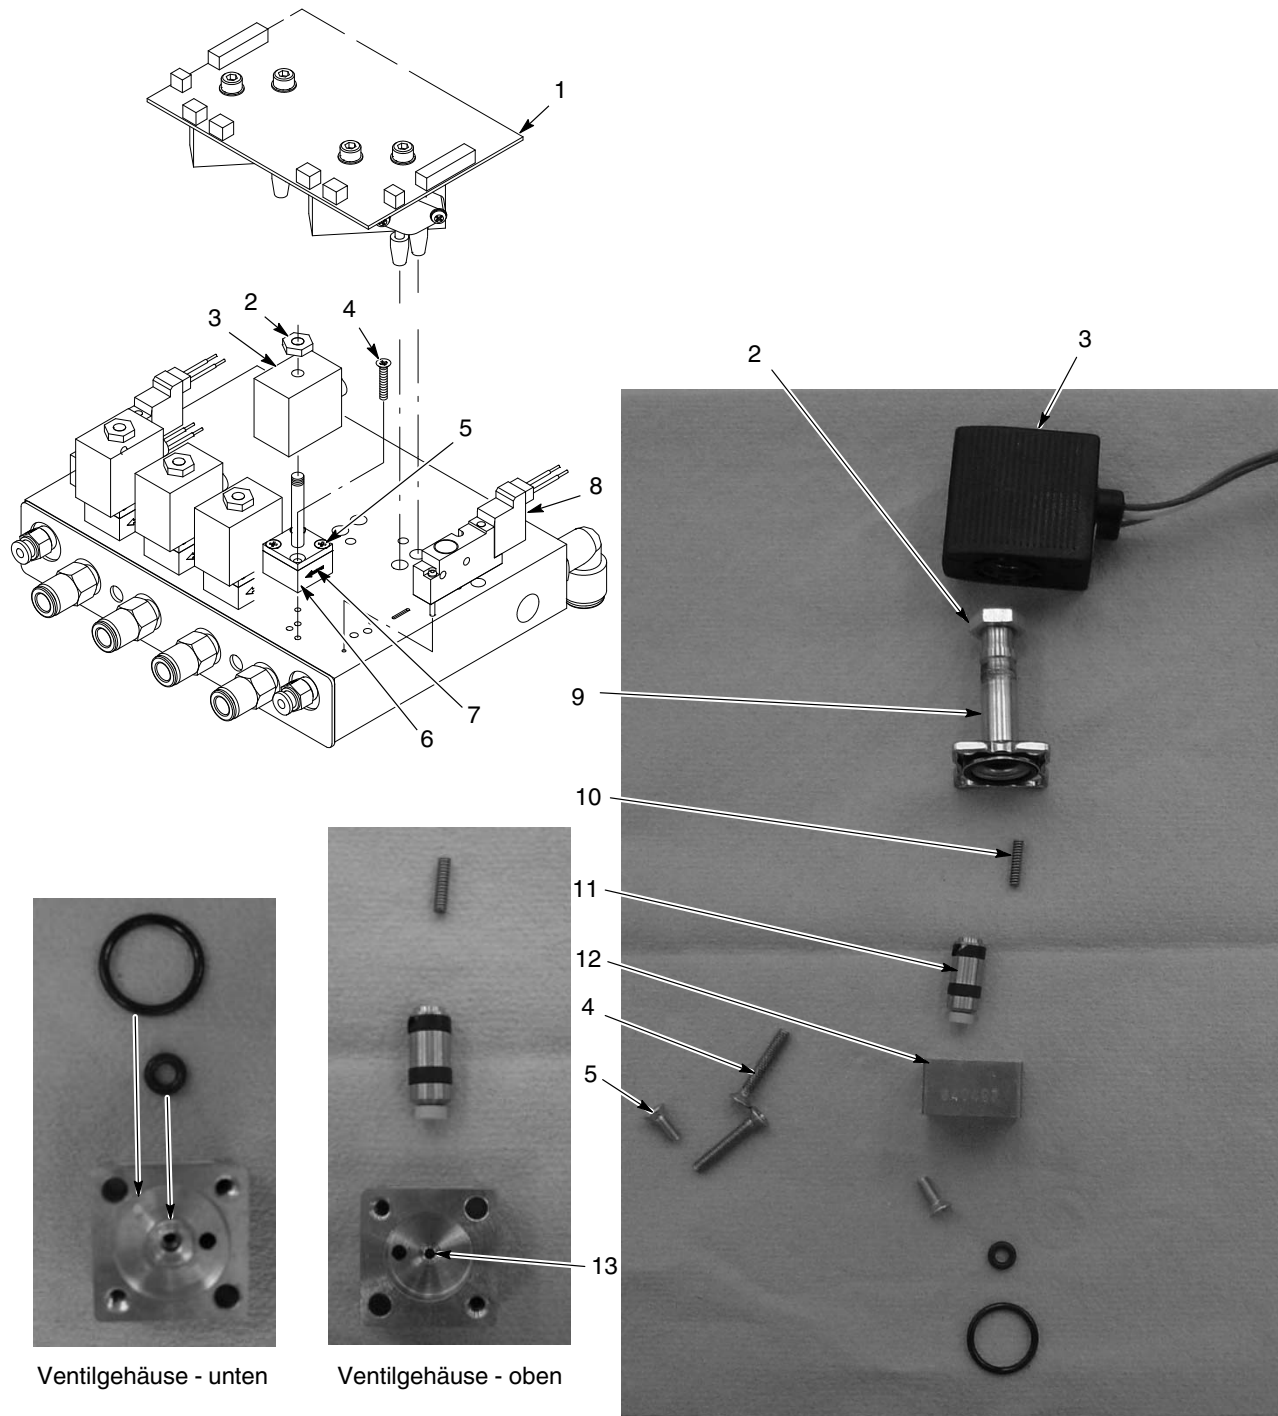

Abbildung 5-1 Abnehmen und Einsetzen des Proportionalventils am iFlow Modul
Siehe Abbildung 5-1. Zufuhr von verunreinigter Luft kann zu Fehlfunktionen des Proportionalventils (6) führen. Zum Zerlegen und Reinigen des Ventils die nachstehenden Anweisungen befolgen.
1. Spulenkabel (3) von der Platine (1) trennen. Mutter (2) und Spule vom Proportionalventil (6) abnehmen.
2. Die zwei langen Schrauben (4) abnehmen, um das Proportionalventil vom Verteiler abzunehmen.
3. Die zwei kurzen Schrauben (5) abnehmen, dann die Ventilstange (9) vom Ventilgehäuse (12) abnehmen.
4. Ventilpatrone (11) und Feder (10) von der Stange abnehmen.
Siehe Abbildung 5-1. Zum Abnehmen der Magnetventile (8) für Pistolenluft die zwei Schrauben im Ventilgehäuse abnehmen und das Ventil vom Verteiler abheben.